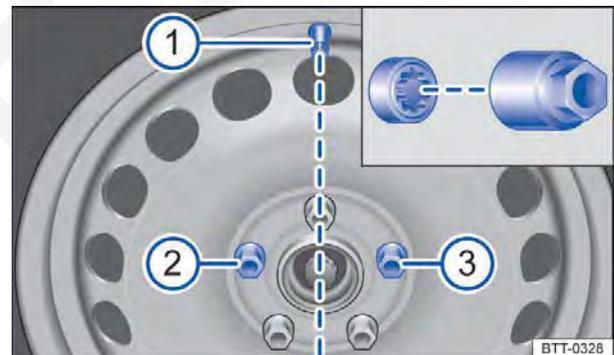

Fig. 233 Troca de roda: Válvula do pneu ① e posições de montagem do parafuso de roda antifurto ② ou ③.
Antes de colocar a calota integral, o parafuso de roda antifurto deve ser aparafusado na posição ⇒ Fig. 233 ② ou ⇒ Fig. 233 ③. Do contrário, a calota integral não pode ser montada.
A calota integral da roda deve ser pressionada sobre o aro de tal modo que o recorte da válvula se posicione sobre a válvula do pneu ⇒ Fig. 233 ①. Ao colocar a calota integral, atentar para que se encaixe com segurança em toda a circunferência. <
O parafuso de roda antifurto, em uma roda com calota integral, deve estar aparafusado na posição ⇒ Fig. 233 ② ou ③ em relação à posição da válvula do pneu ①. Do contrário, a calota integral não pode ser montada.